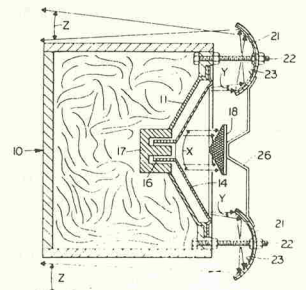

Bild 5. Eine patentierte Anordnung um den im Lautsprecher selbst erzeugten Klirrfaktor zu kompensieren.
Eine andere Wahnidee vieler Amateur-Lautsprecherkonstrukteure ist diese: Wenn man jene Teile einer Lautsprechermembran ermitteln könnte, die die Verzerrungen verursachen und eine Möglichkeit hätte, diese dann unschädlich zu machen, dann erhielte man einen perfekten Klangumformer. Ein höchst faszinierender Entwurf dazu ist in Bild 5 gezeigt. Dieser Querschnitt zeigt einen ganz normalen Lautsprecher (17), der innen auf die Rückseite einer geschlossenen Box (10) montiert ist. Die Verzerrungen (X) werden nahe der Spitze des Membrankegels erzeugt und vom Schallabsorber (18) verschluckt. Unverzerrte Wellen (Y) vom Rand der Konusmembran werden in den Zuhörerbereich durch eine Einrichtung (23) umgelenkt, die aussieht, wie die Schubumkehrschaufeln eines Düsentriebwerkes. Der erzielte Klang (Z) ist darum 'ein unverfälschtes Abbild des elektrischen Originals'. Fehlt nur noch die Unterschrift von Daniel Düsentrieb.